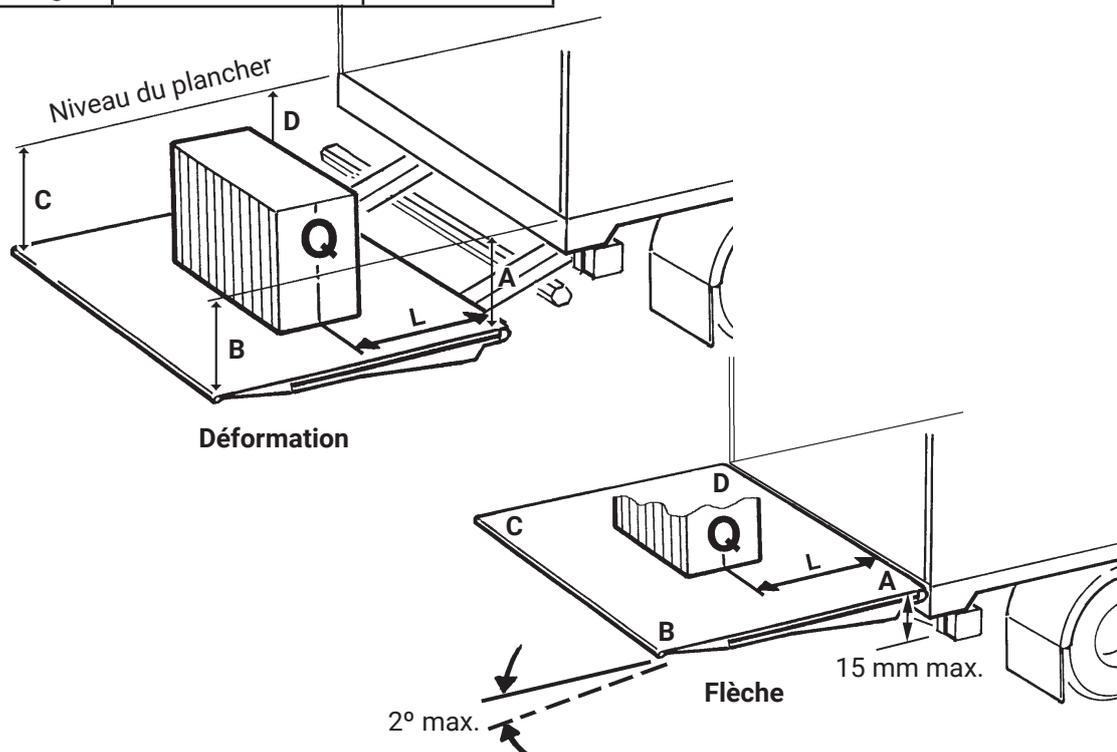

Figure 102. Test et vérification
- Placez le hayon élévateur à mi-hauteur entre le sol et le plancher du véhicule, la plate-forme à l'horizontale. Mesurez les dimensions de comparaison A-B-C-D, comme indiqué sur l'illustration Figure 102.